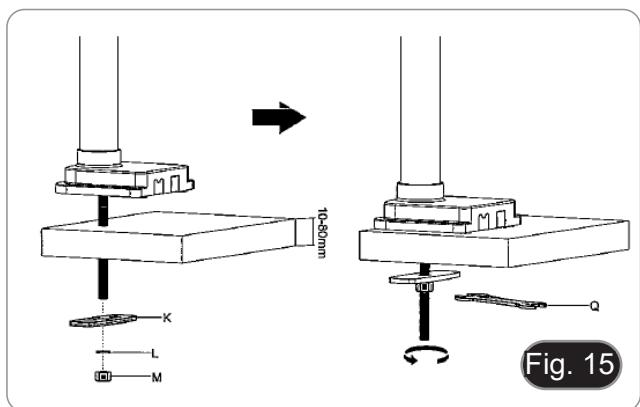

Fig. 15
6. Insérer la vis (I) dans le trou de la table.
7. Fixez l'ensemble à l'aide de la plaque de fixation (K), de la rondelle (L) et de l'écrou (M).
8. Serrer l'écrou à l'aide de la clé (Q). (Fig. 15)